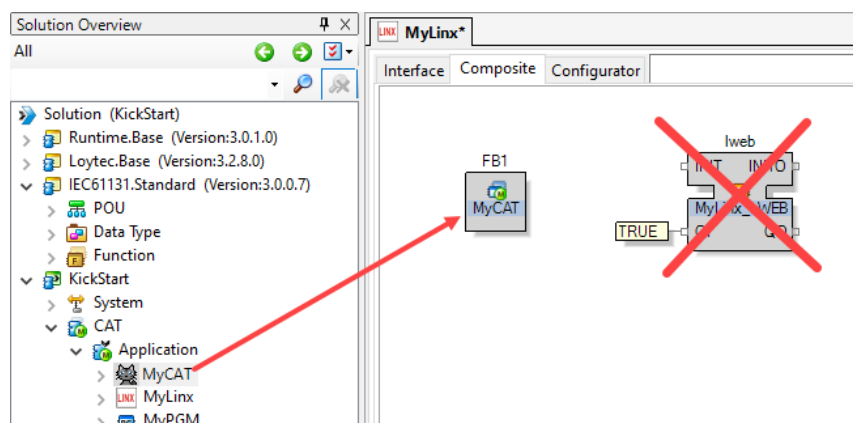

Abbildung 62: Erstellen einer CAT-Instanz am Geräte-CAT.
18. Öffnen Sie das Gerät ‚MyLinX‘ und gehen Sie zur Registerkarte **Composite**. Ziehen Sie ‚MyCAT‘ aus der Projektmappe auf die Registerkarte **Composite**, um eine CAT-Instanz zu erstellen (siehe Abbildung 62). Sie können den Iweb-Block auch löschen, da er nicht benötigt wird.